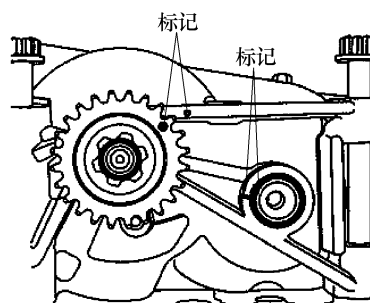

图 8-22 确认平衡轴正时标记
2) 确认平衡轴模块正时标记。能看到正时标记和邻近铸件正时切口的中央对齐, 如图 8-22 所示。